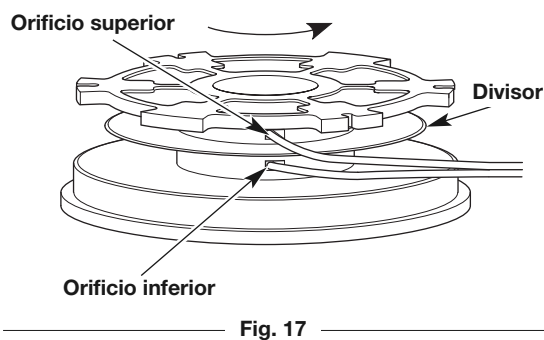

Fig. 17
2. Con uno de los extremos divididos, inserte un hilo dentro del orificio superior y otro hilo dentro del orificio inferior del carrete interior (Fig. 17).